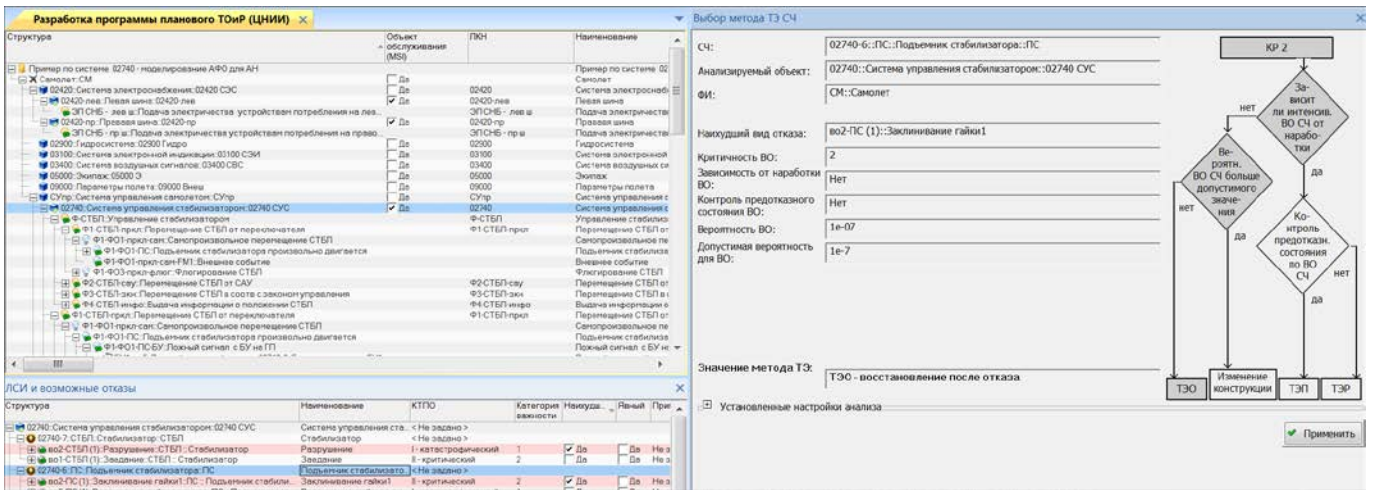
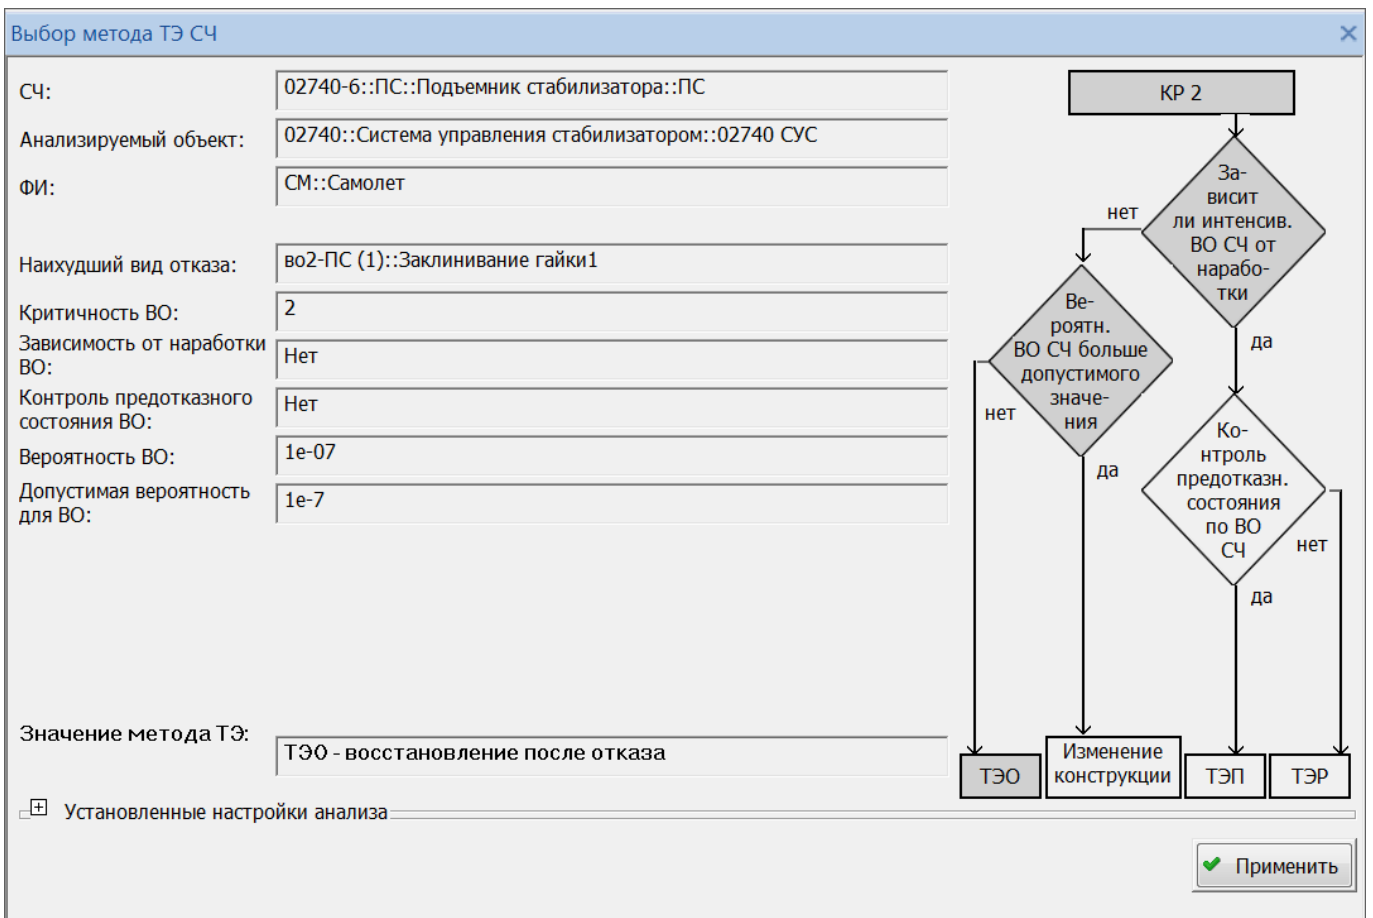

Рис. 11-145 – Группа окон для определения метода ТЭ СЧ
Рис. 11-146 – Пример связанного окна «Выбор метода ТЭ СЧ»
- 5) В результате откроется связанное окно «Выбор метода ТЭ СЧ», а окно «ЛСИ и возможные отказы» переместится вниз (рис. 11-145 и рис. 11-146).